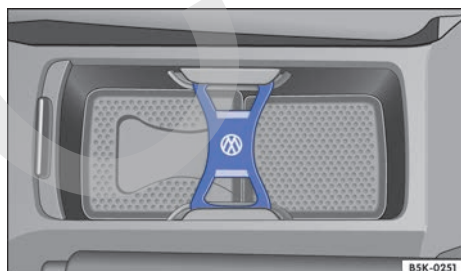

Fig. 141 En la parte inferior de la consola central: portabebidas.
- Para *abrir* el portabebidas, desplace la tapa hacia delante → fig. 141.